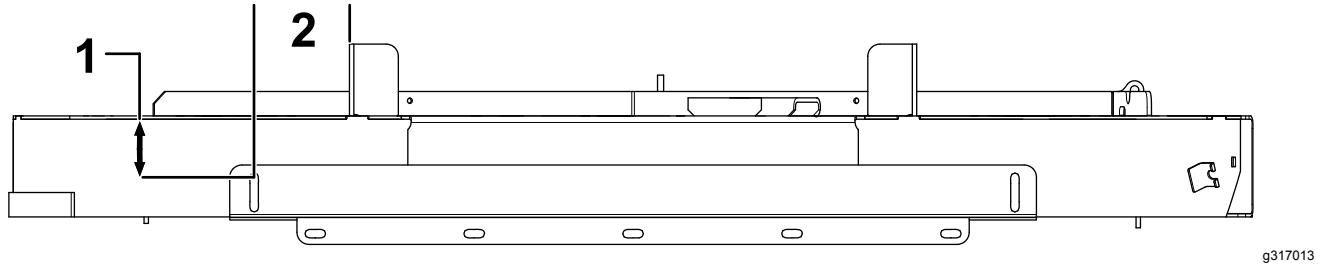

Figura 10
1. Usando la pletina de sujeción como plantilla, perfore 2 taladros (9/32") en la carcasa de corte usando las dimensiones indicadas en la Figura 10.